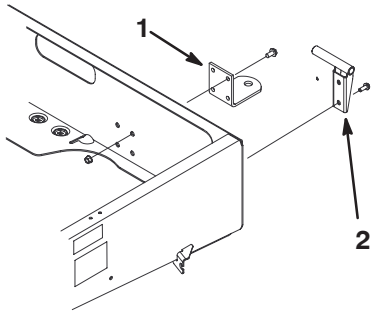

Bild 7
2. Fluchten Sie die Anbauvorrichtung mit den Befestigungs-löchern im Chassis aus. Befestigen Sie die Anbauvorrichtung mit den Schrauben und Muttern (Bild 7).
2. Montieren Sie die linke Schwenkhalterung mit zwei Bundschrauben (3/8 x 1 Zoll) an der linken hinteren Ecke des Chassis. Positionieren Sie die Halterung wie in Bild 7 dargestellt.